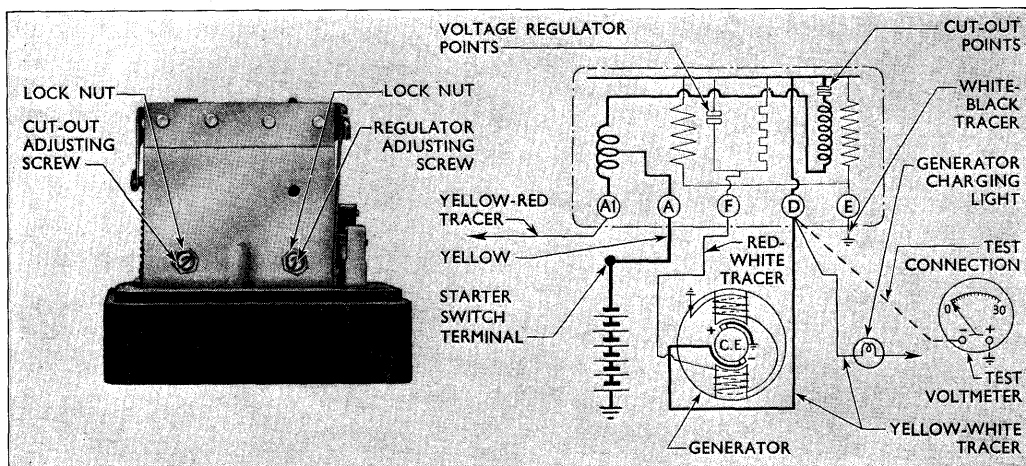

Fig. 32. Kontrolboksens justerskruer - til venstre for tilbagestrømsrelæet og til højre for spændingsregulatoren.
Er det ikke muligt ved hjælp af spændingsregulatorens justerskrue (den højre) at indjustere regulatoren, således at regulatorspændingen i et åbent kredsløb ved 20 °C ligger mellem 16,0 og 16,6 volt, må der foretages en mere indgående justering, som beskrevet i det følgende. Ved den nævnte spændingsmåling aftages ledningerne fra A og A₁ og forbindes med hinanden (fig. 32) eller et tyndt styk-
7. Indstil justerskruen således at regulatoren ved 20 °C i åbent kredsløb giver 16,0 til 16,6 volt. Forbindelsen til prøvevoltmetret ses i fig. 32.
- A1. Forbind et voltmeter som vist i fig. 32 mellem "D" og stel.